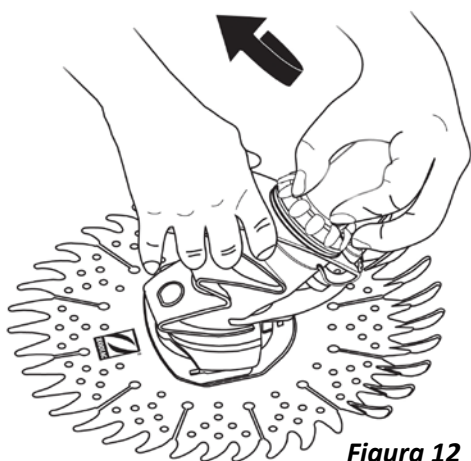

Figura 12
- Compruebe que la junta de estanqueidad esté en su sitio dentro de la tuerca. Inserte el cassette en el cuerpo del limpiafondos, deslice la tuerca de retención a lo largo del tubo de extensión exterior del motor y apriételo (Figura 12).